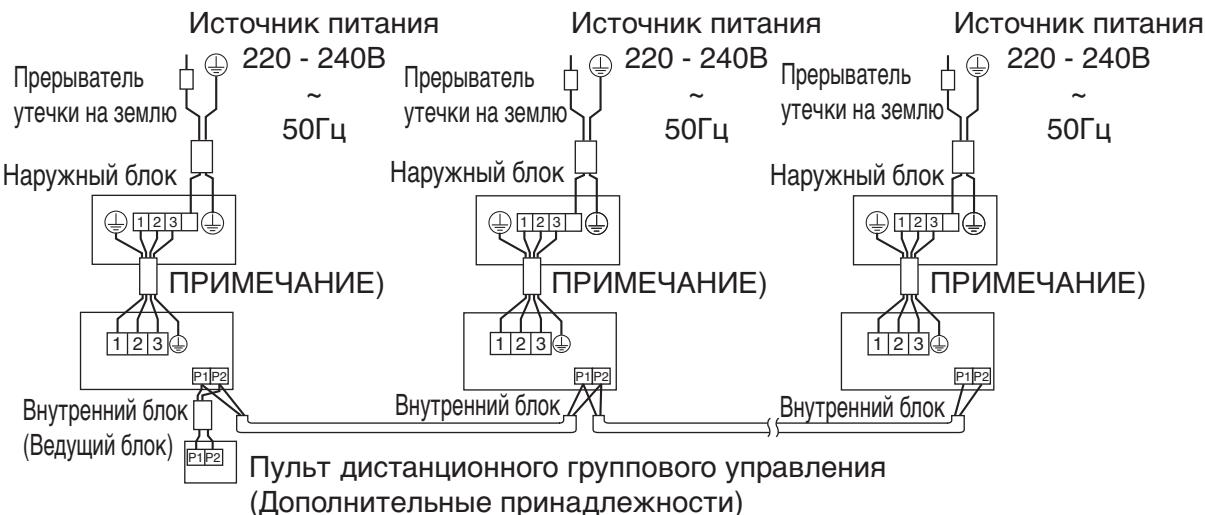

Рис. 33
(Все внутренние блоки функционируют по командам пульта дистанционного управления). (См. рис. 33)
- (1) Снять крышку блока управления. (См. раздел “9. СПОСОБ ПОДСОЕДИНЕНИЯ ПРОВОДКИ И ПРИМЕР ЭЛЕКТРОПРОВОДКИ”.)
- (2) Подключите проводку моста между контактами (P1, P2) внутри блока управления для пульта дистанционного управления. (Полярность отсутствует.) (См. рис. 33 и Таблицу 3)